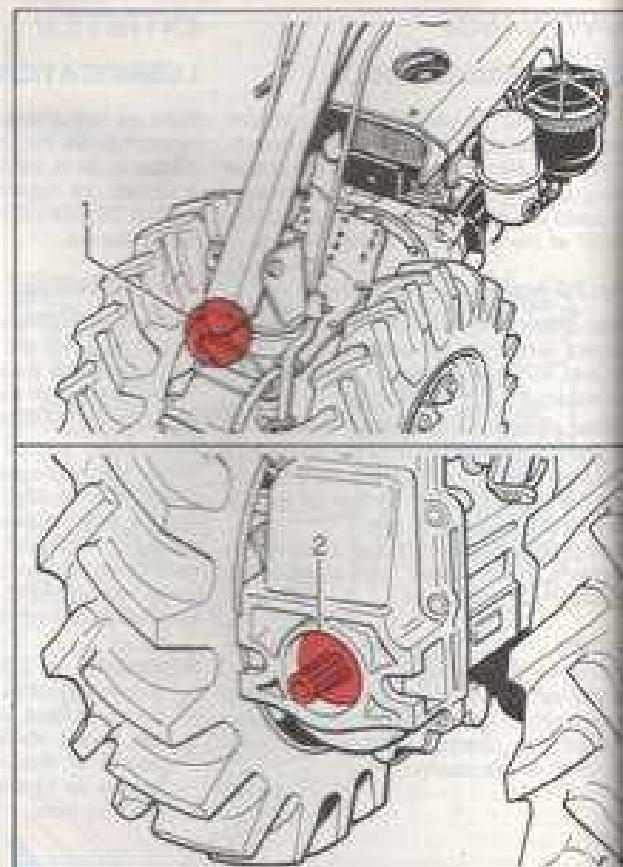

Fig. 14 - Bild 14.
Ingrassare i punti seguenti impiegando grasso AGIP F1 GREASE 15 (vedere la fig. 14):
*Grease the following points making use of AGIP F1 GREASE 15 (see fig. 14).*
*Graisser les points suivants en utilisant de la graisse AGIP F1 GREASE 15 (voir fig. 14):*
*Folgende Schmierstellen unter Verwendung von Fett AGIP F1 GREASE 15 schmieren (siehe Bild 14):*